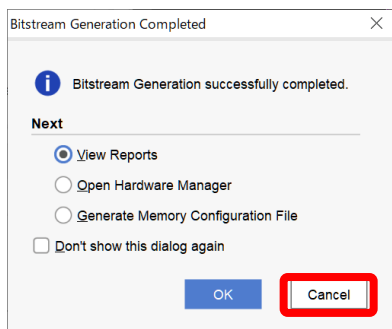

図 11.45 FPGA への実装の手順 12
14) Bitstream データが生成されると以下のウィンドウが表示されるので、「Cancel」を選択する（図 11.45）。